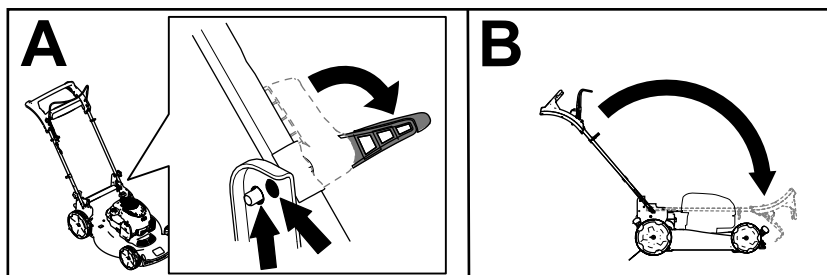

Рисунок 17
2. Ослабьте фиксаторы рукоятки настолько, чтобы можно было свободно двигать верхнюю рукоятку (вид А на Рисунок 17).
3. Сложите рукоятку вперед в крайнее переднее положение (вид В на Рисунок 17).